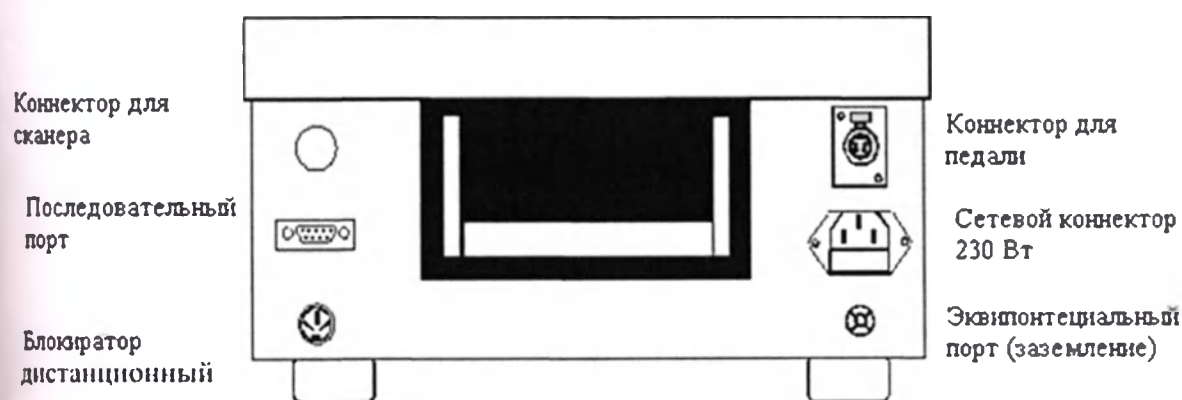
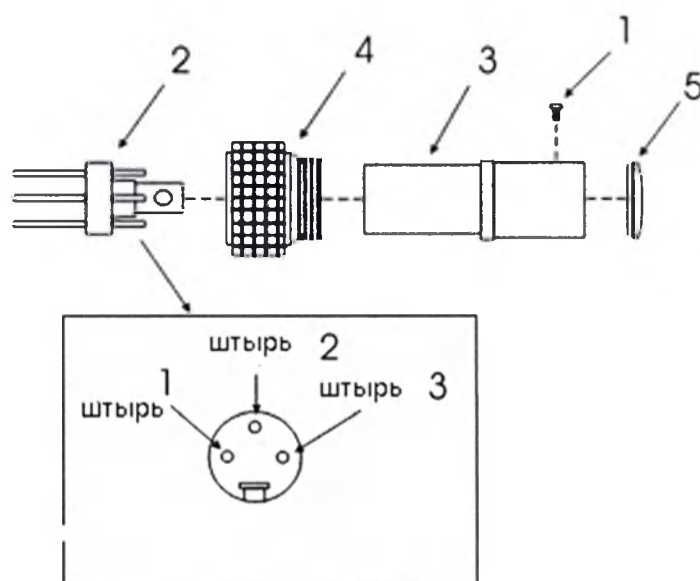

Рис. 3. Расположение коннекторов на задней панели прибора.
Рис. 4. Сборка коннектора дистанционного блокиратора.
Thermoelectric module supply unit (блок питания термоэлектрического модуля)	Неполадки в блоке питания: - неисправен предохранитель F2 (см. рис. 3). Выключите прибор и снова включите его. Если проблема сохраняется, обратитесь к местному представителю компании Lasering SRL или уполномоченным ею лицам.
Аппарат оборудован сетевым кабелем. Один конец кабеля служит для подключения к задней панели (рис. 3), а другой с трехштырьковой вилкой для подключения к сети питания.
- Снять черный колпачок (указатель 5 на рис. 4) с коннектора дистанционного блокиратора на задней панели (рис. 3);
- Отвинтить винт (указатель 1 на рис. 4) и снять металлическое кольцо (указатель 4 на рис. 4);
- Вынуть коннектор (указатель 2 на рис. 4) из цилиндра (указатель 3 на рис. 4);
- Припаять провода внешнего переключателя к штырькам вилки (указатель 2 на рис. 4) (штырьки 1 и 3) и вставить вилку (указатель 2 на рис. 4) в цилиндр (указатель 3 на рис. 4);
- Надеть металлическое кольцо (указатель 4 на рис. 4) на цилиндр и затянуть винт (указатель 1 на рис. 4).
Для подключения педали к аппарату воткните ее коннектор в разъем для педали на задней панели (рис. 3). Поляризация коннектора не позволяет установить его неправильно.